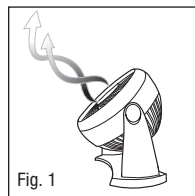

Fig. 1
2. Si le ventilateur perd de sa puissance ou bien si vous soupçonnez que le fusible est grillé, commencez par séparer le porte-fusible de recharge de la fiche (fig. 1). Sortez le fusible de recharge de son logement en plastique et mettez ce fusible de côté (fig. 2).
Le ventilateur de à haute vélocité Turbo Force^{MD}, de par sa conception aérodynamique, vous offre la possibilité de changer la direction de l'angle du ventilateur en réglant simplement l'appareil à n'importe quel angle de ventilation souhaité (Fig.1). À la mise en marche du ventilateur, vous sentirez un fort et puissant mouvement d'air qui changera vite pour devenir effet rafraîchissant.